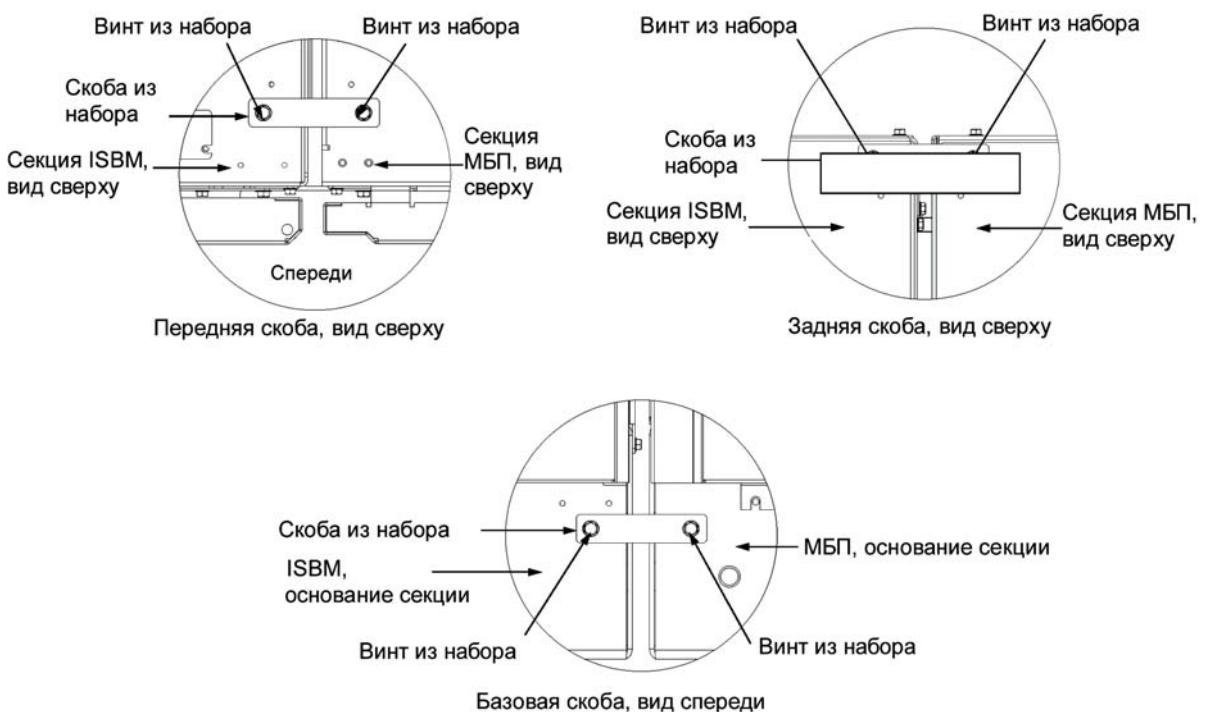

Рис. 4-6. Соединительные скобы для секций ISBM и UPM
11. Найдите крепежный комплект (находится в мешочке, привязанном к левой средней панели секции UPM). Возьмите из полевого набора две плоских скобы и винты. Установите плоские скобы таким образом, чтобы отверстия в них совпадали с отверстиями в верхней задней и верхней передней части секций ISBM и UPM. Закрепите скобы при помощи винтов из полевого набора (см. Рис. 4-6).
12. Возьмите из полевого набора одну плоскую скобу и винты. Установите плоскую скобу таким образом, чтобы отверстия в ней совпадали с отверстиями в передней части секций ISBM и UPM. Закрепите скобу при помощи винтов из полевого набора (см. Рис. 4-6).